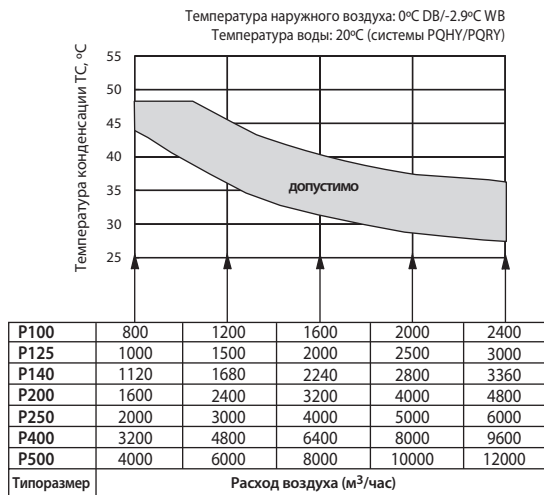

Рис. 1. Определение допустимых значений температуры конденсации
Для определения производительности фреонового теплообменника приточной установки в режиме нагрева воздуха выберите температуру конденсации из допустимого диапазона согласно рис. 1. Если приточная установка оснащена рекуператором, то выберите значение температуры конденсации 48°C.
- Если расход воздуха меньше указанного в таблице на рис. 1, то следует выбрать значение температуры конденсации 48°C.